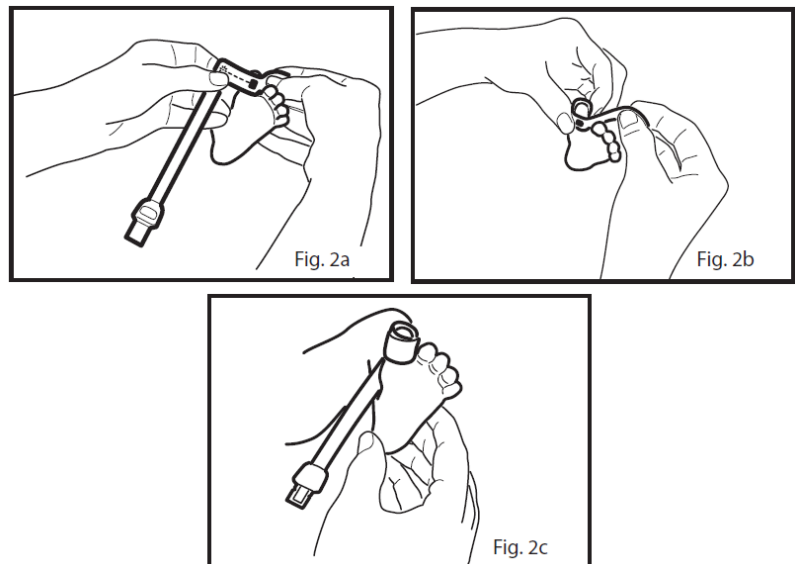

Fig. 21 Applicazione del sensore RD SET per bambini 3-20 kg
- 2 Fare riferimento alle Fig. 2a nella Fig. 21: Posare il cavo del sensore in modo che scorra sul retro del piede. Posizionare il ricevitore sulla parte carnosa dell'alluce. In alternativa, è possibile utilizzare l'alluce accanto all'alluce o al pollice (non mostrato).
- 3 Fare riferimento alle Fig. 2b nella Fig. 21: Posizionare la ali adesive intorno all'alluce in modo che il trasmettitore si trovi sul letto ungueale. Per ottenere dati corretti, la finestra del ricevitore deve essere completamente coperta.
- 4 Fare riferimento alle Fig. 2c nella Fig. 21: Assicurarsi che la finestra del trasmettitore (stella rossa) sia allineata sulla parte superiore del dito in modo che sia direttamente opposta al ricevitore. Controllare che il sensore sia posizionato correttamente e, se necessario, ricrearlo.